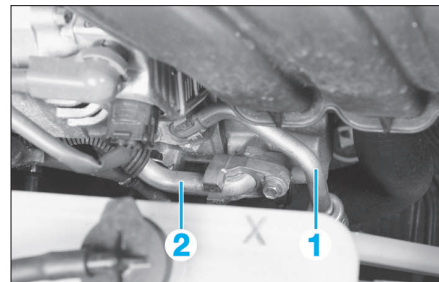

FIG. 27
- Déposer les raccords (1) des conduites de réfrigérant du compresseur (2) et obturer les orifices (fig. 27).